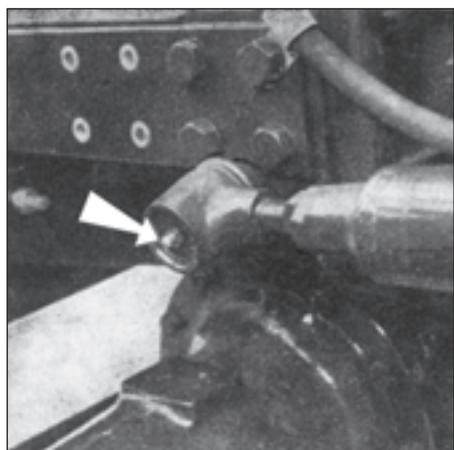

Fig. 171
35. Lubrifier à la graisse la tête du cylindre de la direction assistée, les têtes de la fixation du cylindre (fig. 171 et le schéma de lubrification A/17 — 2 points) et les têtes sur les bielles de direction (4 points).